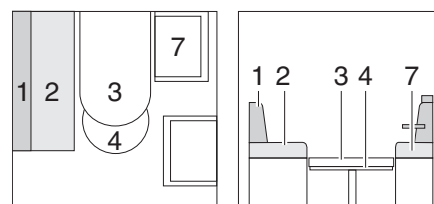

Bild 62 Während des Umbaus
- Fahrersitz um 90° drehen (Bild 62,7) und ganz nach vorne schieben.
- Tisch (Bild 62,3) vergrößern und zum Bettunterbau umbauen (siehe Abschnitt 7.9).
- Das Rückenpolster (Bild 62,1) umlegen.